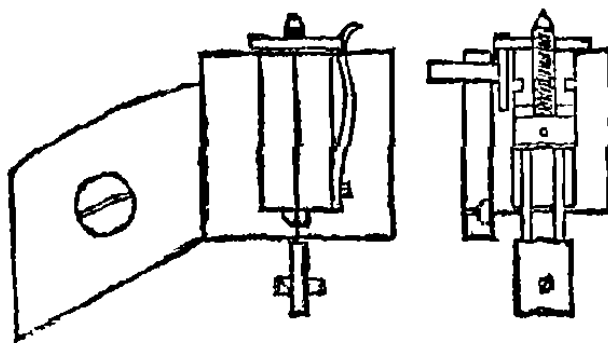

Рис. 213. Подвижной пендельфедер.
2) подвес на подвижном пендельфедере (рис. 213), при котором положение точки сгибания пружины остается неизменным.